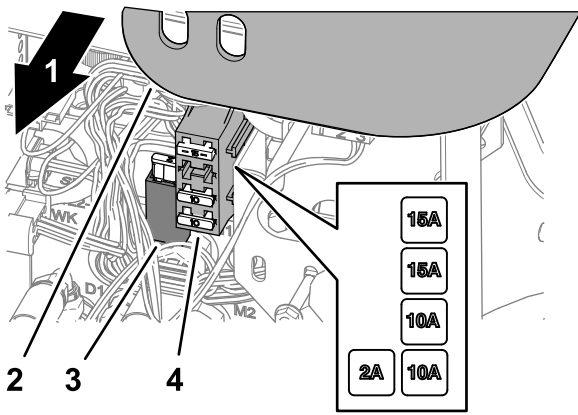

Bild 75
1. Heben Sie die Abdeckung vom Steuerarm ab (Bild 75).
2. Suchen Sie die durchgebrannte Sicherung im Sicherungshalter oder Sicherungsblock (Bild 75).
4. Montieren Sie die Abdeckung auf den Steuerarm (Bild 75).